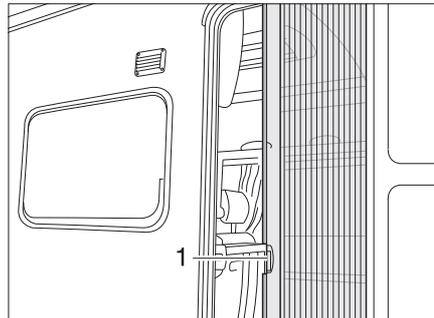

Fig. 47 Protezione contro gli insetti
**Apertura:** ■ Estrarre completamente la protezione contro gli insetti mediante la maniglia (Fig. 47,1).
**Chiusura:** ■ Far rientrare la protezione contro gli insetti mediante la maniglia (Fig. 47,1).